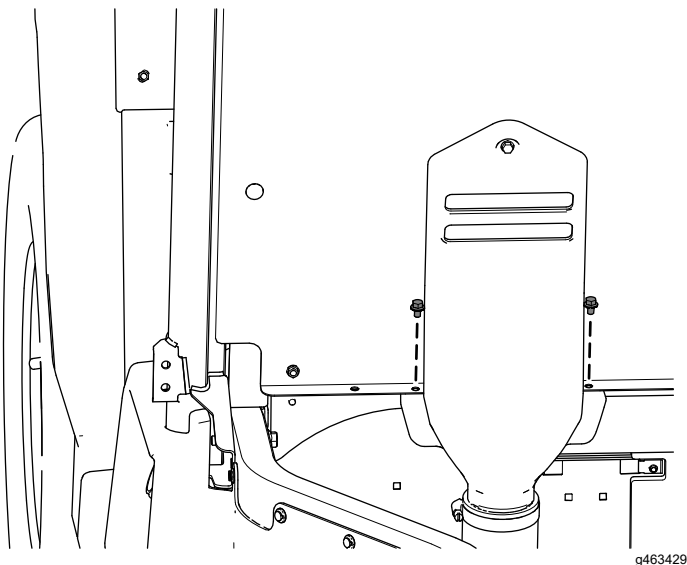

Bild 29
- G. Befestigen Sie die Unterseite der CVT-Ansaughaube mit den beiden zuvor entfernten Bundkopfschrauben ($\frac{1}{4}'' \times \frac{3}{8}''$) an der Sitzplatte, wie in **Bild 29** dargestellt.